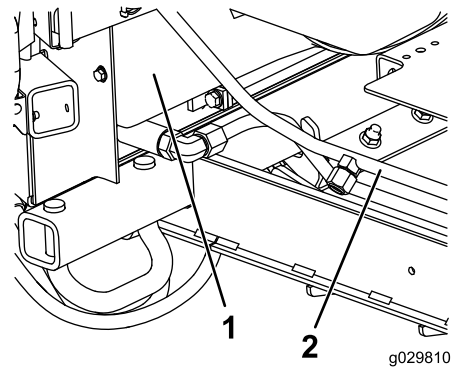
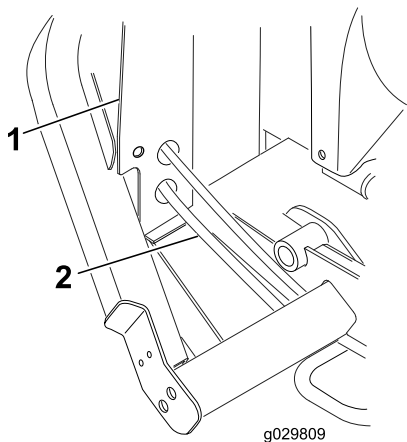

Figura 13
Figura 14
- En el lado derecho de la máquina, justo por delante del bastidor del radiador, coloque un recipiente adecuado debajo de la manguera de retorno del enfriador de aceite (Figura 13 o Figura 14).